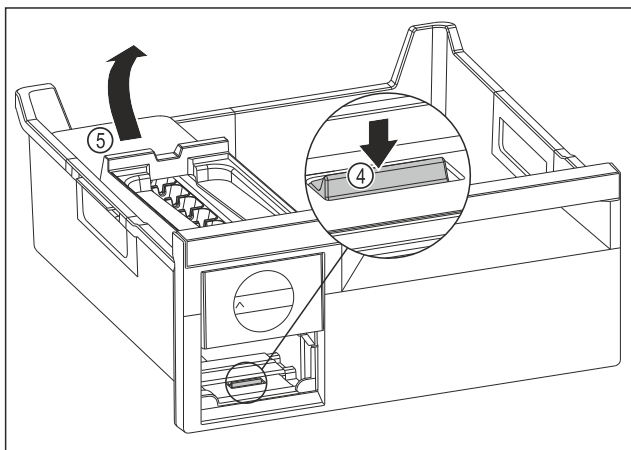

Fig. 105
- Odstranjevanje glavnega dela EasyTwist-Ice: Spono Fig. 105 (4) s prstom potisnite navzdol in hkrati z drugo roko glavni del EasyTwist-Ice Fig. 105 (5) od zadaj dvignite.